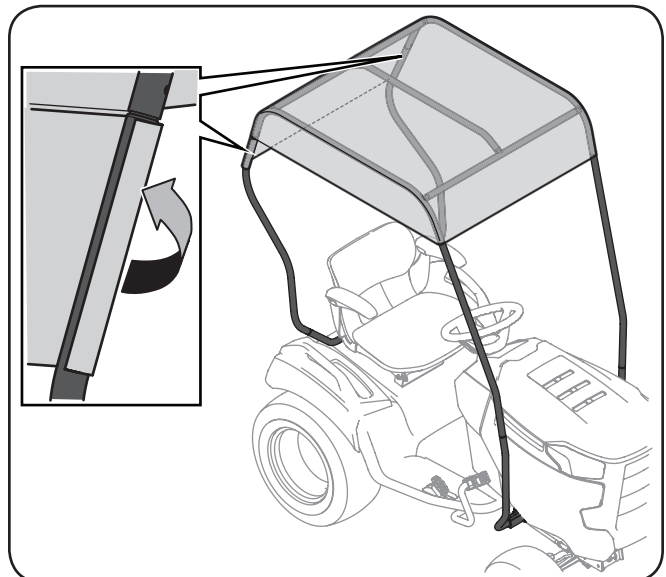

Figure 3-8
3. Il y a deux sangles plus longues sur le rabat arrière du pare-soleil. Enroulez ces deux sangles autour des supports arrière. Voir Figure 3-8.